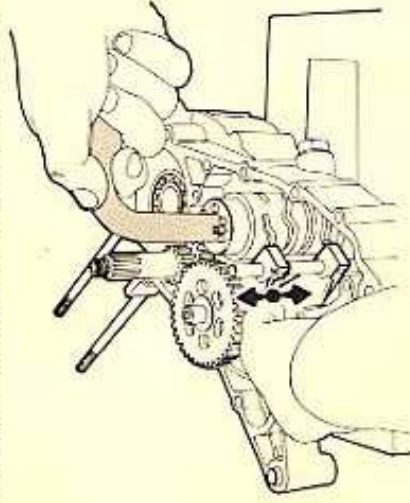

FIG. 36 Controllo cambio
- 8) Verificare il buon funzionamento del cambio (fig. 36) usando l'apposita chiave (cod. 05.0340.0).